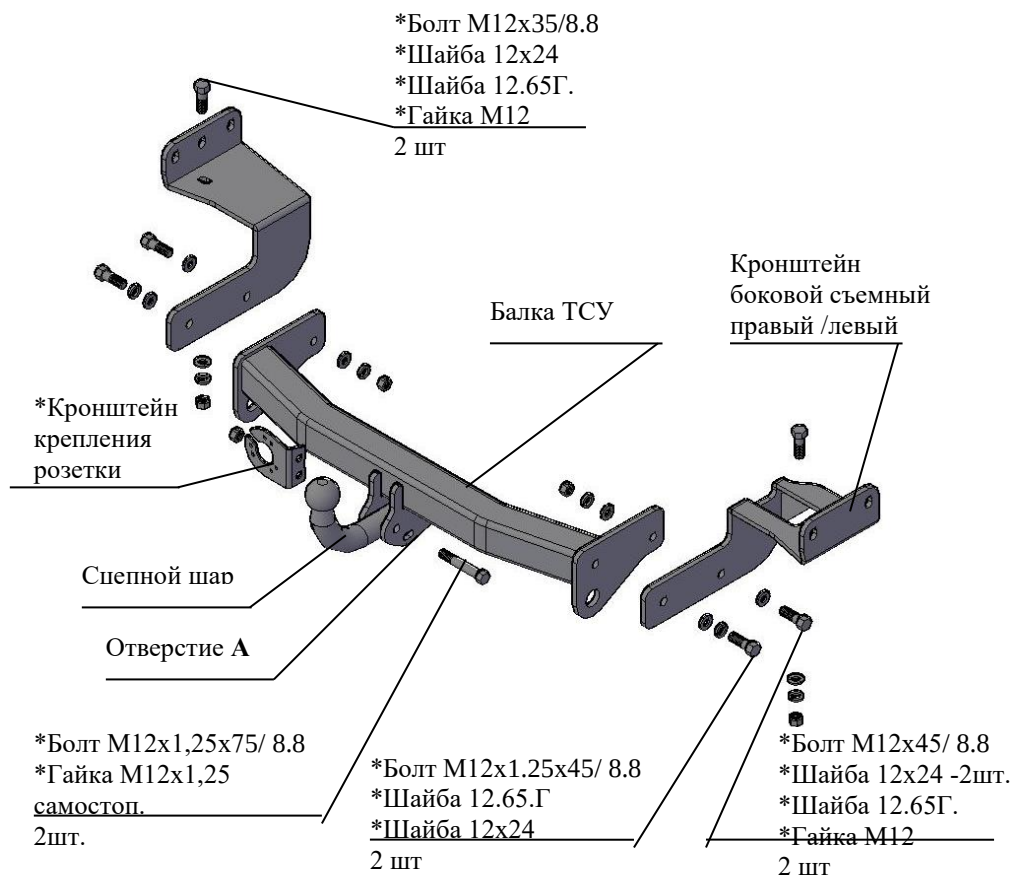

Рис.1 Тягово-сцепное устройство 7151
2.1 ТСУ 7151 в сборе (рис.1)	1 шт.
2.2 Пакет с комплектующими (см. рис.1)	1 шт.
4.2 Закрепить съемные боковые кронштейны ТСУ (правый и левый соответственно рисунку 1) к наружным полкам лонжеронов а/м болтами и гайками штатного крепежа, подложив под гайки шайбы штатные гроверные и шайбы 12х37 (на рис.1 условно не показаны), к нижним полкам лонжеронов - болтами М12х35 и гайками М12, подложив под гайки шайбы М12.65Г и шайбы 12х24 . Крепеж не затягивать.